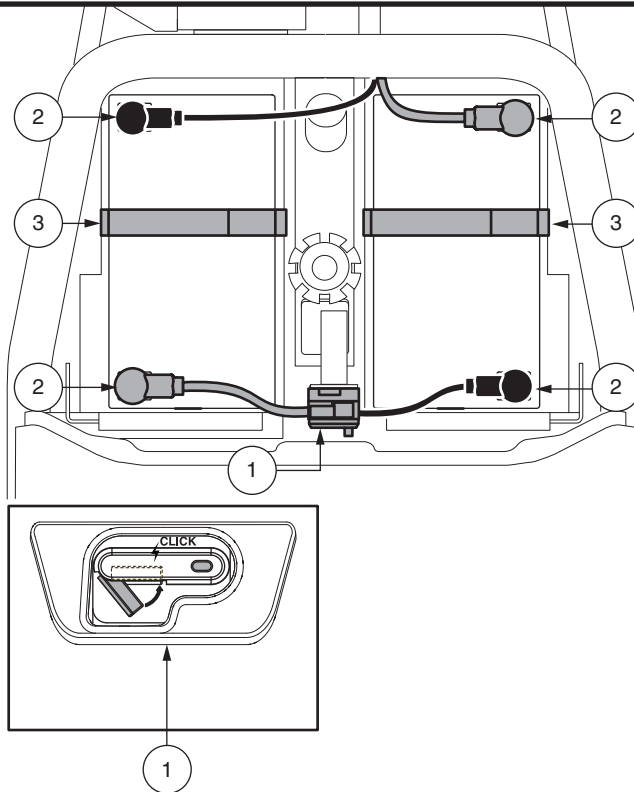

Figure 13. Enlèvement/installation des batteries et connexions
**NOTE: Utilisez des sangles de fixation afin de sécuriser les batteries. Veuillez-vous référer à la figures 13 et 16 pour les procédures d'installation des sangles de la batterie.**